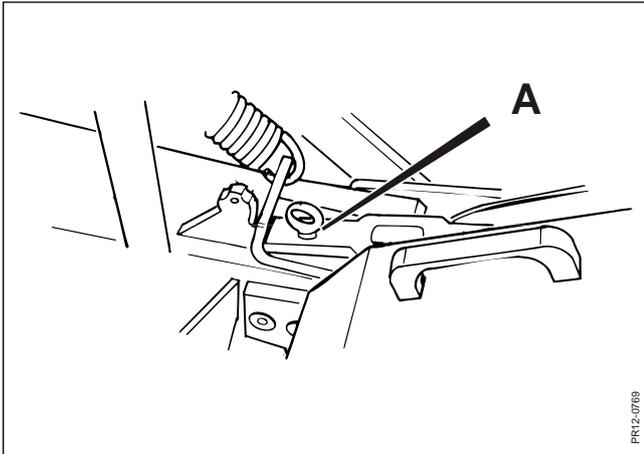

Fig. 3-3
**Fig. 3-3** Möchten Sie aufwärts an Abhänge ernten, wird den Hubanschlag **A** ausgelöst, wenn in der orange Schnur gezogen wird, wonach die Maschine in dem gewünschten Winkel angehoben werden kann.